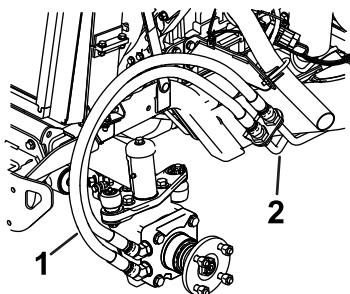
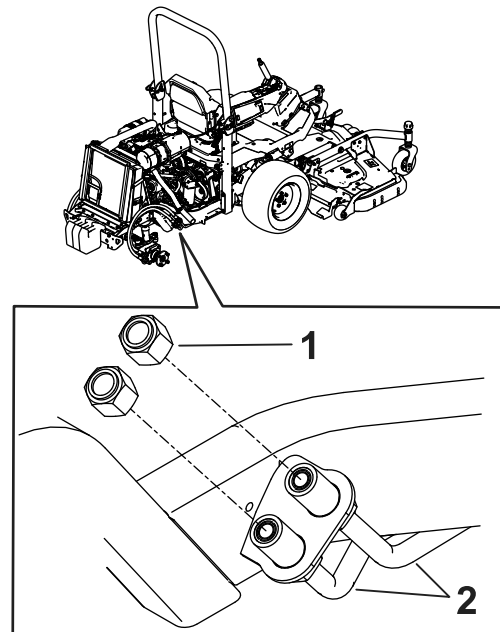

Figure 2
Figure 3
- Débranchez les flexibles hydrauliques existants des conduites hydrauliques devant la roue et bouchez immédiatement les conduites avec les chapeaux (Figure 2 et Figure 3).